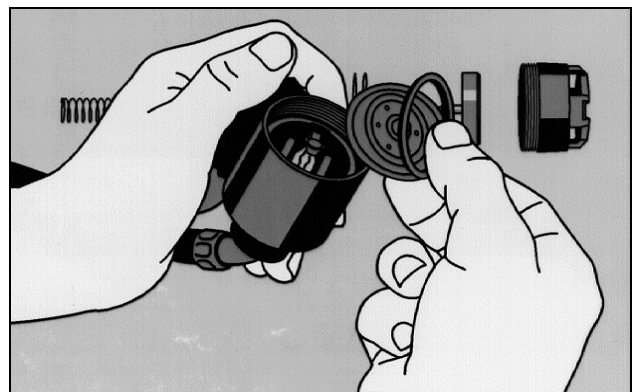

Bild 4
- Gleitring und Membran entnehmen (Bild 4).